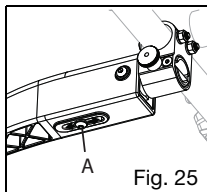

Fig. 25
2. Desaperte o parafuso de 6 mm localizado debaixo da estrutura (Fig. 25:A).
4. Aperte novamente o parafuso de 6 mm (Fig. 25:A). Não aperte excessivamente.